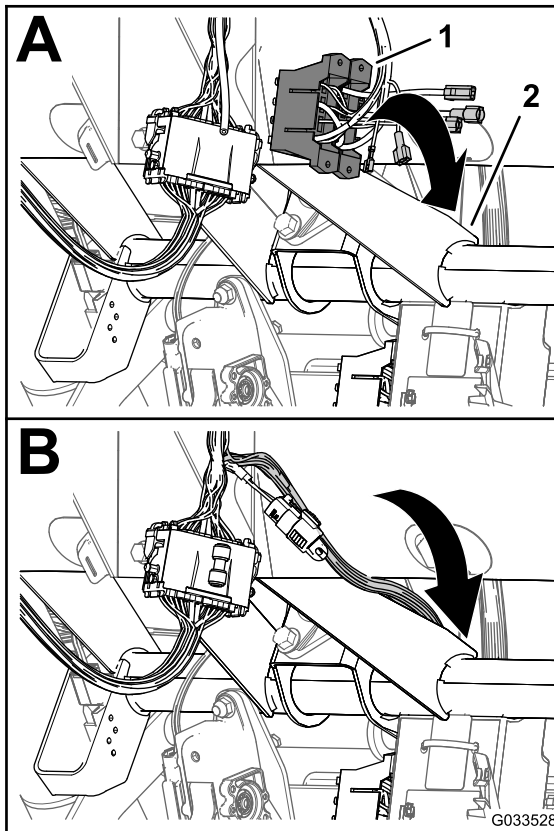

Figura 22
1. En la consola de control del fumigador, enrute la rama del arnés de cables delantero que lleva bloques de fusibles entre la parte inferior del salpicadero y el tubo transversal del chasis de la máquina, y hacia abajo, hacia la parte delantera del bloque de fusibles de la máquina (Figura 22).